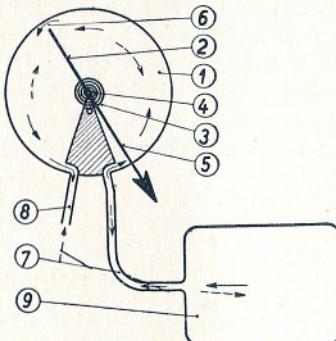

Abb. 28b. Der Steigemesser (Horn V 7).
folgendermaßen eingerichtet (Abb. 28b): In der Instrumentenkammer (1) befindet sich die Stauscheibe (2), an der Achse (4) mit Feder (3) befestigt. An der Stauscheibe befindet sich noch der Zeiger (5). Zwischen Stauscheibe und Kammerwand ist der sehr kleine Luftspalt (6) frei. Aus der Kammer heraus führen, durch eine Wand getrennt, zwei Öffnungen (7 und 8). Die Öffnung 7 führt in das Temperaturausgleichsgefäß (9), die Öffnung 8 zur Außenluft.